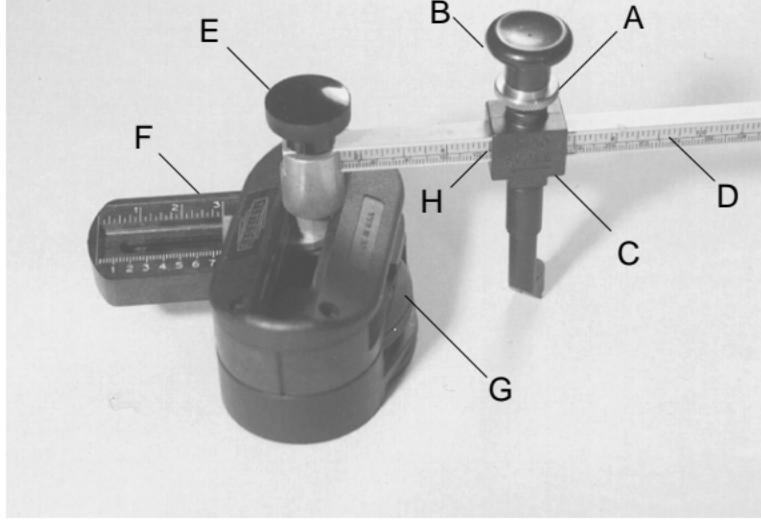

Figure 1
Réglez l'excentricité en desserrant le bouton (E) sur le haut de la base. Faites glisser la plaque d'excentricité (F) de manière à ce que son extrémité gauche s'aligne sur l'excentricité voulue sur la règle d'excentricité qui est graduée en métrique et en Impérial. Resserrez le bouton. N.B. Si vous entailler un cercle, l'excentricité est de 0. La Figure 1 montre un coupe-verre prêt à entailler un ovale de 125 mm x 200 mm (5 x 8 po.).